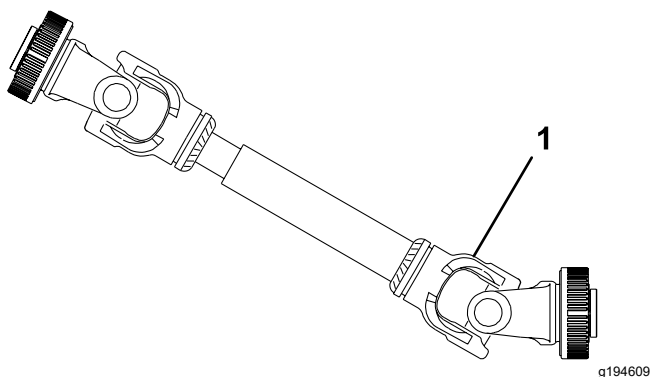

Figura 25
**Importante:** Al conectar la TDF, asegúrese de no elevar la máquina más de lo necesario. Si se eleva demasiado la máquina, se rompen las articulaciones del árbol de la TDF (Figura 25). La TDF puede funcionar a un ángulo máximo de 25°, pero nunca debe superarse un ángulo de 35° con la máquina en su posición más alta; si no, pueden producirse graves daños en el árbol.